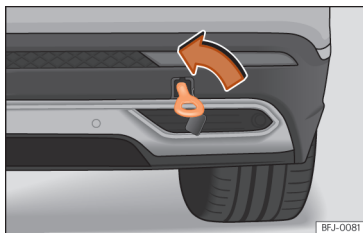

Рис. 228 Установлене буксирувальне вушко
- Укрутіть буксирувальне вушко в паз до упору **проти годинникової стрілки** » **рис. 228**, » **⓪**. Щільно затягніть буксирувальне вушко підходящим предметом.